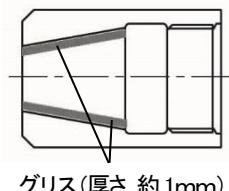

図 7-4
- 5) ジョーケースの内側(ジョーと接する面)にグリスを充分に塗布して組み付けてください。(図 7-4 参照)
- 2) 組み付ける前に、先端部品の清掃・グリスアップを実施してください。(P.13 図 7-4 参照)